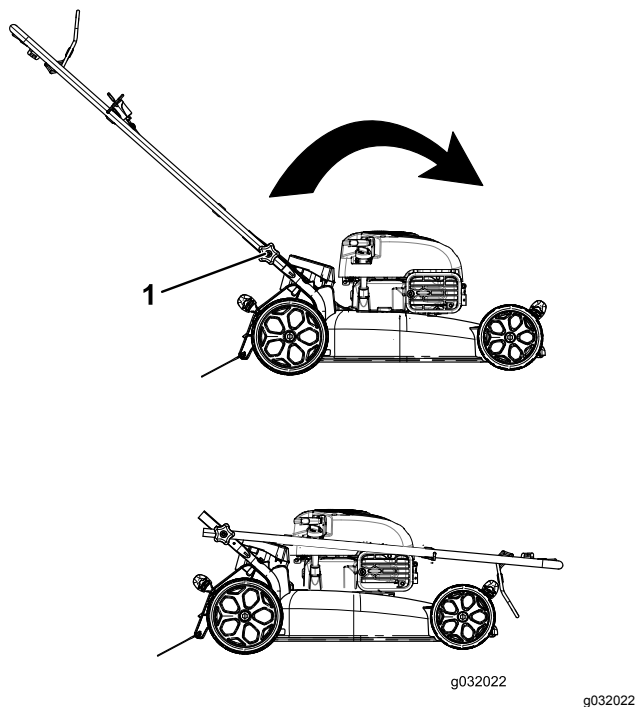

Figure 17
2. Desserrez les boutons du guidon jusqu'à ce que le guidon bouge librement (Figure 17).
1. Bouton du guidon (2)
3. Pliez le guidon en avant de la manière indiquée (Figure 17).